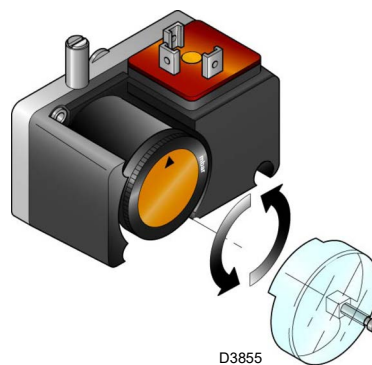

Abb. 29
- Regeln Sie den Minimal-Gasdruckwächter (Abb. 29 auf Seite 32) auf den Skalenanfang.
Den Gas-Mindestdruckwächter (Abb. 29) nach erfolgter Einstellung des Brenners, der Gasventile und des Stabilisators der Gasarmatur einstellen.